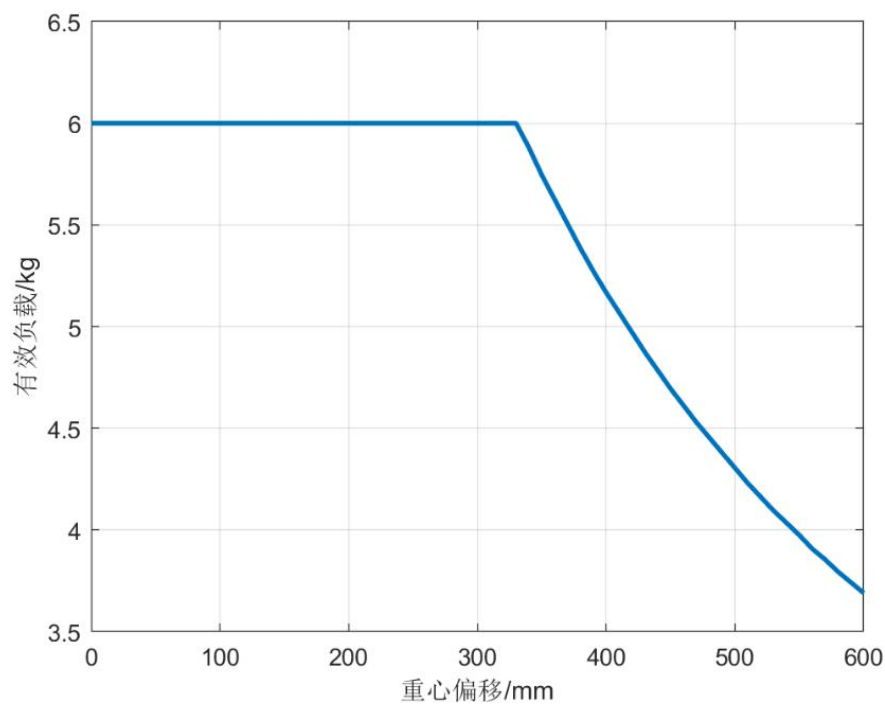

图 B-3 G6 有效载荷和重心偏移曲线
- G6 协作机器人有效载荷和载荷重心偏移的关系曲线如图 B-3 所示。